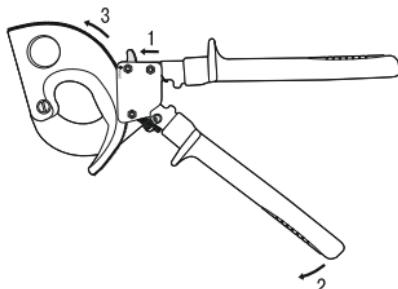

Рисунок 8
– нажмите до упора фиксатор и удерживайте его (рисунок 8, позиция 1);
– отведите подвижную рукоятку ножниц до упора (рисунок 8, позиция 2) и отпустите фиксатор;